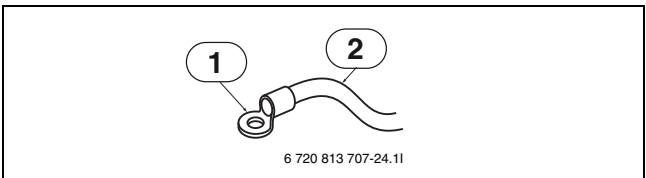

Рис. 28
- ▶ Для подключения земли к главной электронной плате используйте кабельный наконечник (→ рис. 28).